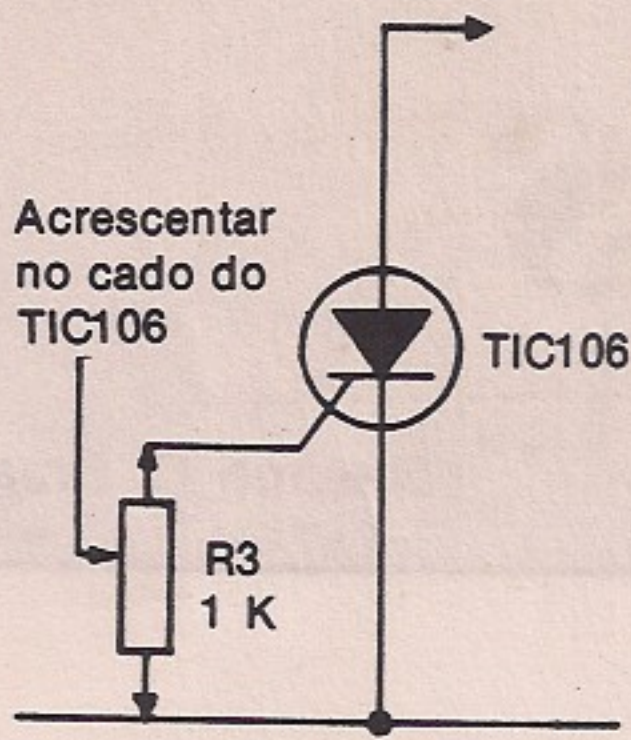

Figura 4
O SCR deve ser obrigatoriamente um dos seguintes tipos: MCR106, IR106 ou C106. Se o leitor utilizar um equivalente, como o TIC106, deverá acrescentar um resistor de 1 k entre seu catodo (C) e a comporta (G), como indica a figura 4. A tensão do SCR depende de sua rede. Os SCRs possuem sufixos que indicam qual é a tensão. Assim, o MCR106-4 é para 200 V, enquanto que o MCR106-6 é para 400 V. Se você for alimentar mais de